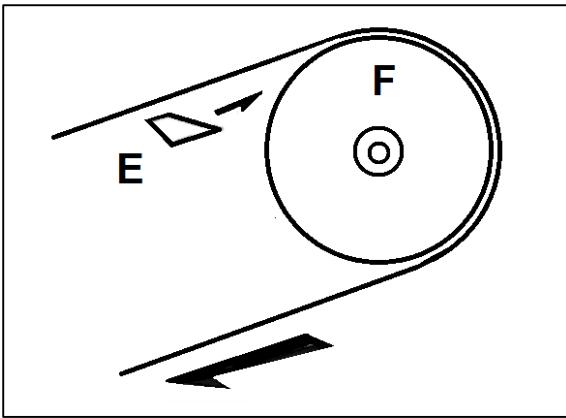

Figure 8-7 : Contrôle d'alignement de la lame
- Utilisez un morceau de papier brouillon (E, Fig 8-7) et glissez-le entre la lame et le volant (F).